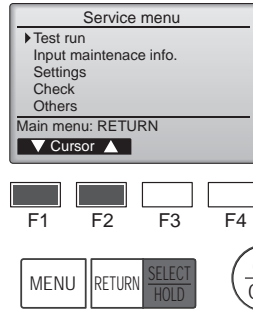

Fig. 7-4
- ③ Seleccione "Test run" (Modo prueba) con el botón [F1] o [F2], y pulse el botón [SELECT/HOLD]. (Fig. 7-4)